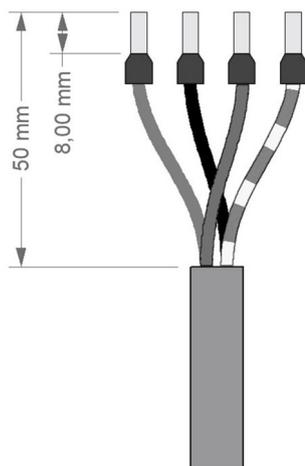

Fig. 18: Preparar el cable de red
1. Preparar el cable de conexión eléctrica para la conexión. (⇒ Fig. 18)